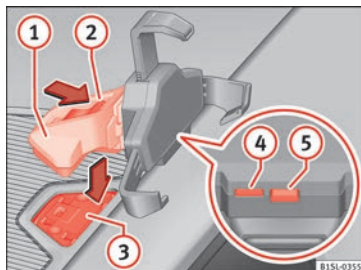

Fig. 135 Sulla console centrale: chiusura della cavità per l'alloggiamento del sistema infotainment.
- Premere il tasto di sbloccaggio » **fig. 135** (5) finché il braccio superiore del supporto universale non si sblocca.
- Collocare lo smartphone nei fissaggi inferiori. Per regolare i fissaggi inferiori, premere il tasto » **fig. 135** (4).
- Sostenere il braccio di supporto » **fig. 135** (1) e premere il tasto di sbloccaggio » **fig. 135** (4) nel senso della freccia.
- Collocare dall'alto il braccio di supporto » **fig. 135** **1** nella piastra di supporto » **fig. 135** **3** e premerlo verso il basso finché non si percepisce che si è incastrato » **Δ**.